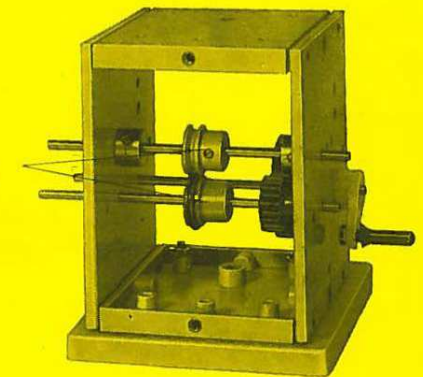

Bild 15
- 4.1. Montiere nach Bild 15 das Maschinengestell!